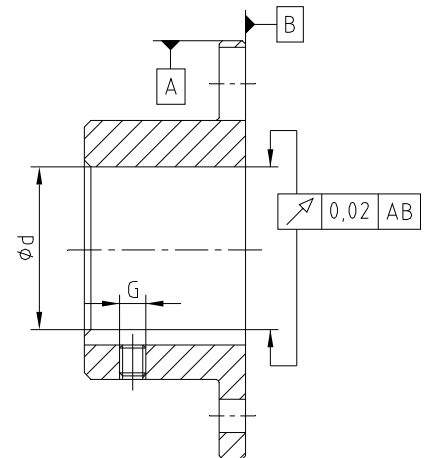

Figura 11: Esattezza coassiale e assiale
- Per la realizzazione del foro del mozzo flangiato da parte del cliente si deve assicurare l'esattezza coassiale e assiale (vedi figura 11).